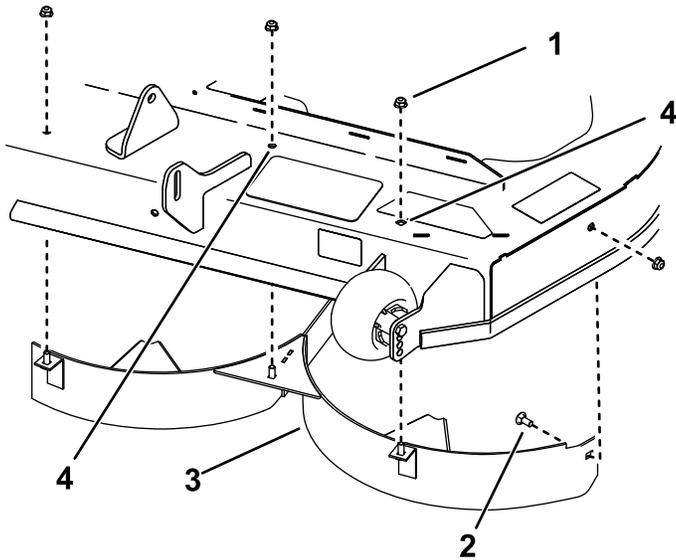

Bild 14
- **137-Cm- und 152-cm-Mähwerke:** Entfernen Sie die vorhandene Befestigung aus den Löchern, die in **Bild 14** abgebildet sind, und befestigen Sie das linke Ablenkblech mit vier Muttern (5/16") und einer Schlossschraube (5/16" x 3/4").